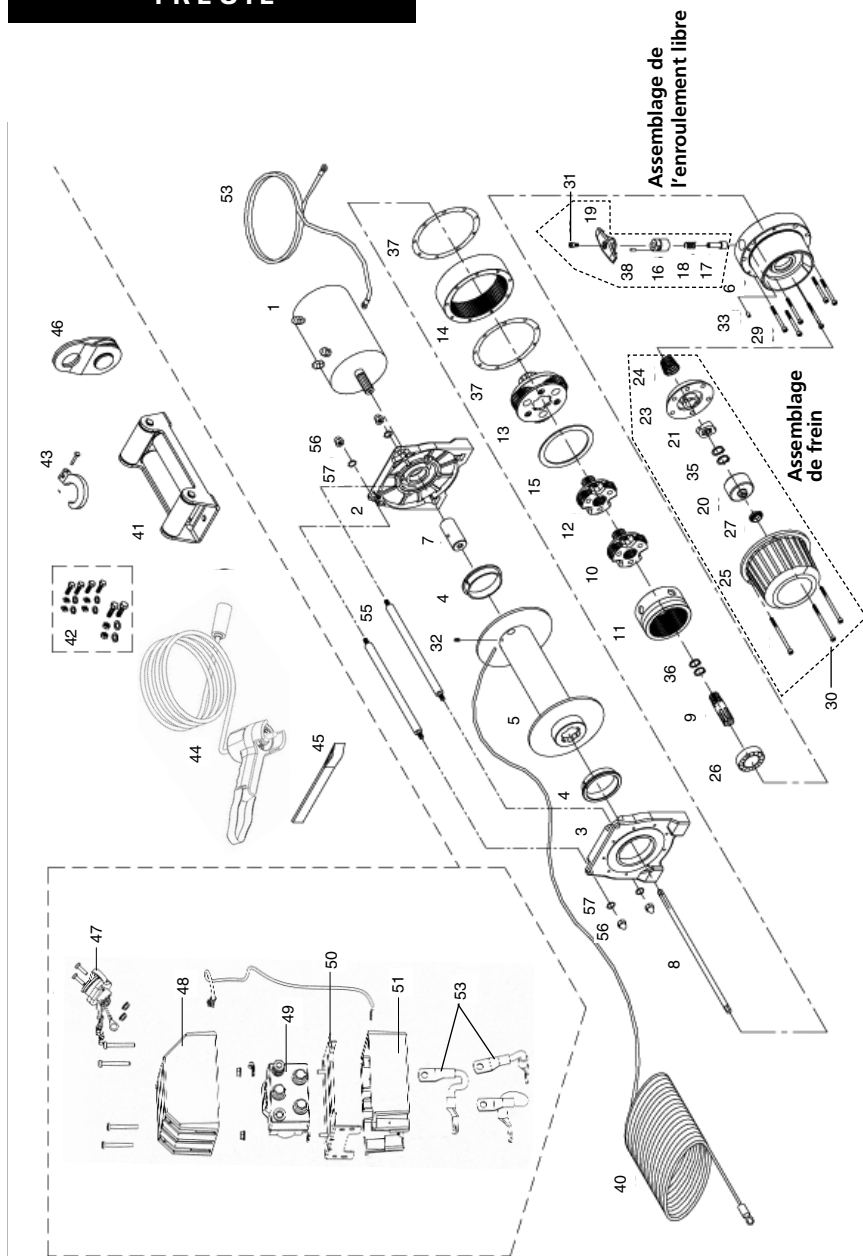

Figure 13
- Desserrez les 3 boulons de retenue et retirez le carter du frein. (Ref. No.25 Figures 13 et 14)
- Retirez les deux anneaux C de retenue. (Ref. No. 35 Figures 13 et 14)
- Insérez des rondelles pour maintenir un écart de 0,090 po. +/-0,010 po. entre les rainures de l'anneau C et la came de commande du frein. (Ref. No. 21 Figures 13 et 14)